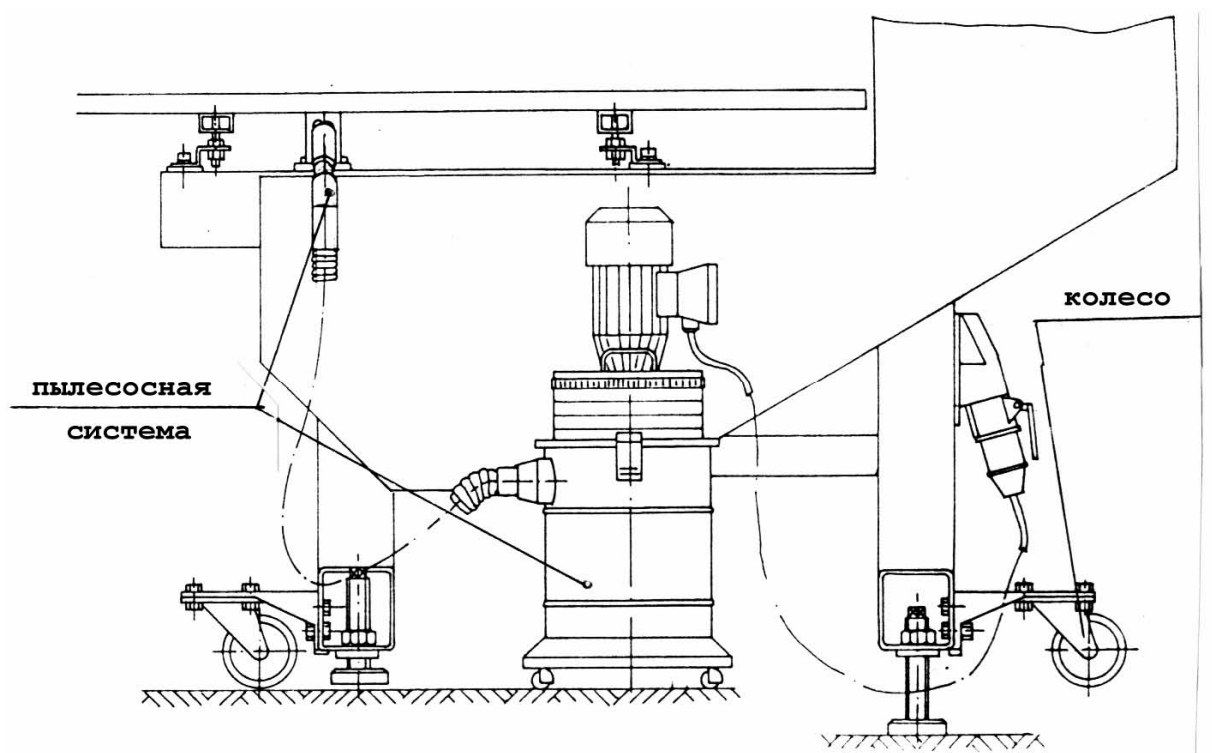

Рис. 1 Специальное оснащение
В базовую (стандартную) комплектацию машины также входит пылесосная система с трехфазным двигателем (рис. 1).
- открыть крышки кожухов раскройной машины в следующей последовательности: верхняя (16), нижняя (14) и средняя (17) - рис. 1,